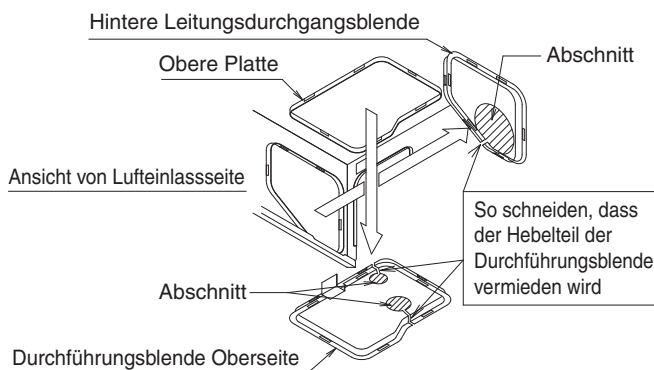
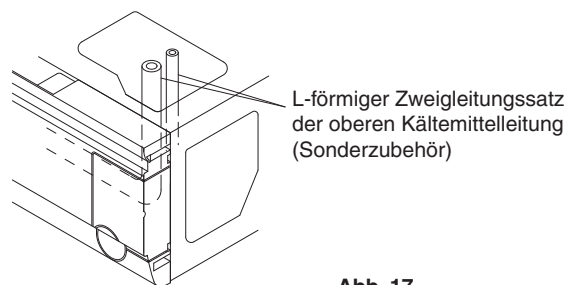

Abb. 16
Abb. 17
- Entfernen Sie die hintere Durchlassabdeckung und schließen Sie die Leitungen an. (**Siehe Abb. 16 und 18**)
- Entfernen Sie die obere Durchführungsblende und stellen Sie den Leitungsanschluss mit Hilfe des Leitungssatzes für L-förmige Verbindungen (optionales Zubehör) her. (**Siehe Abb. 16 und Abb. 17**)
**(Siehe Abb. 16 und 19)**